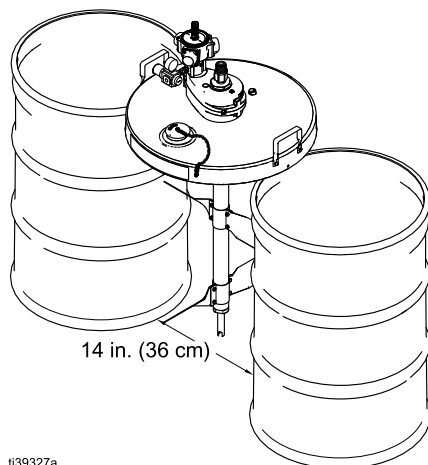

Figure 3 Assemblage et positionnement de l'agitateur sans élévateur
2. Faire tourner l'agitateur pour que le moteur pneumatique se trouve à gauche de l'arbre, comme indiqué sur la Figure 3. Dans cette position, les trois orifices taraudés au bas de l'agitateur sont alignés avec les trois orifices du couvercle du fût.
3. Visser les trois vis à pans creux (25) à travers le couvercle de fût et dans l'agitateur. Serrer les vis au couple de 8,4 N•m (75 po-lb).
4. Monter une paire de lames d'agitateur (28) de manière à ce que les quatre orifices des demi-lames soient alignés. Pour l'orientation de la lame, voir Modèles 26B630, 26B631, 238250, page 42 et Modèles 26B632, 26B633, page 46.
5. Introduire quatre vis d'assemblage (31) à travers les quatre orifices des lames puis commencer à visser les contre-écrous (32) sur les vis de blocage.
7. Serrer les quatre contre-écrous (32) de la même façon pour que les lames soient correctement serrées sur l'arbre. Serrer les contre-écrous à un couple de 5,6 à 6,2 N•m (50 à 55 po-lb). Un espace doit être respecté entre chaque demi-lame.
9. Monter la deuxième paire près de l'extrémité inférieure de l'arbre. Veiller à ne jamais la monter sur le bouchon inférieur (20).
10. Faire tourner les lames inférieures de manière à les orienter à 90 degrés par rapport aux lames supérieures. Serrer les contre-écrous (32) à un couple de 5,6 à 6,2 N•m (50 à 55 po-lb). Un espace doit être respecté entre chaque demi-lame.